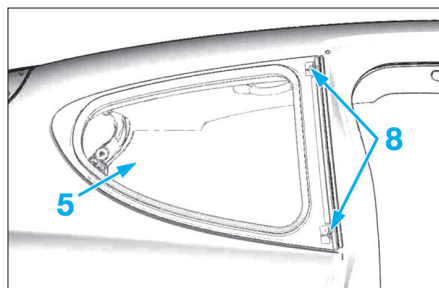

FIG. 26
- Décliper la vitre (5), des agrafes (8) (Fig.26).